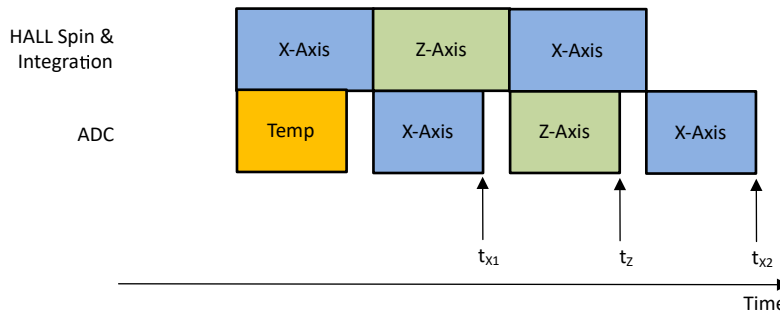

图 8-3. XZX 磁场转换
在绝对角度测量中，需要来自多个轴的应用传感器数据，才能计算出精确的角度。在不同时间通过同一信号链收集的磁场数据会在角度计算中引入误差。TMAG3001 提供伪同步采样数据收集模式来消除此误差。图 8-3 展示了一个示例，其中 `MAG_CH_EN` 设置为 Bh 来收集 XZX 数据。方程 12 显示了 X 和 Z 传感器数据的时间戳相同。
- t_{x1} 、 t_z 、 t_{x2} 是 X、Z、X 传感器数据完成的时间戳，如图 8-3 中定义。